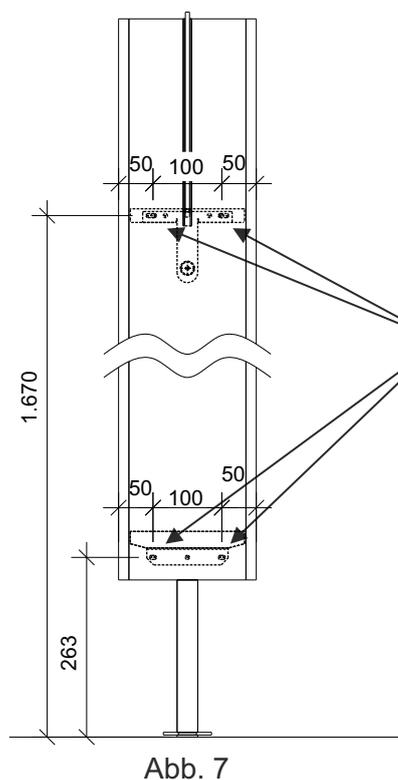

Abb. 7
10. Bohren Sie entsprechend Abb. 7  $\text{\O}6$ mm Dübellöcher in die Zimmerwand.